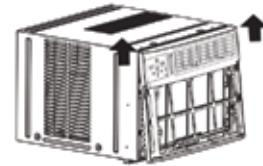

FIG. 3A
5. Levante con cuidado el panel frontal de la unidad. (Vea la Fig. 3A)